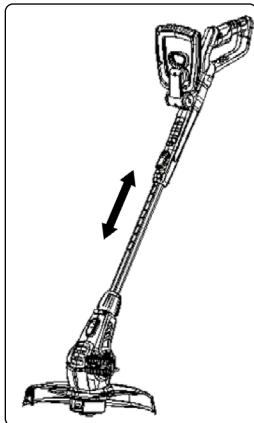

Рис. 16
- Отрегулируйте необходимую длину для комфортной работы оператора и отпустите кнопку (Рис. 16).